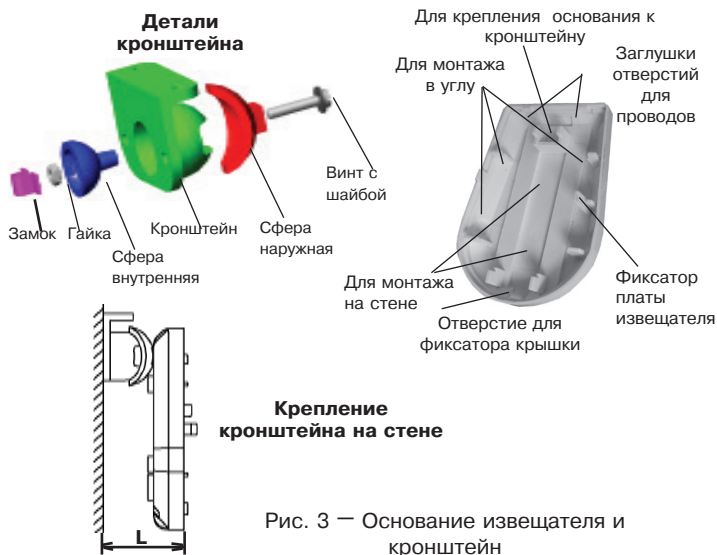

Рис. 3 — Основание извещателя и кронштейн
- снимите крышку извещателя, отжав при помощи отвертки фиксатор крышки через отверстие, расположенное в нижней части основания извещателя (рис. 3);
- просверлите в основании извещателя отверстия (рис.3), которые будут использоваться для прокладки проводов и крепления извещателя;
1. После закрепления извещателя на кронштейне повернуть корпус извещателя в вертикальной плоскости в соответствии с выбранной высотой установки, отмерив расстояние (L) от стены до края основания при снятой крышке (рис.3, таблица 3).